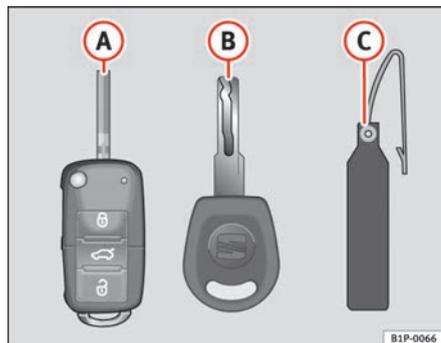

Fig. 63 Jogo de chaves
- uma chave com telecomando ⇒ fig. 63 A com palhetão dobrável,
Só a partir do número da chave na etiqueta de plástico ⇒ fig. 63 B é possível confeccionar um duplicado. Por isso: